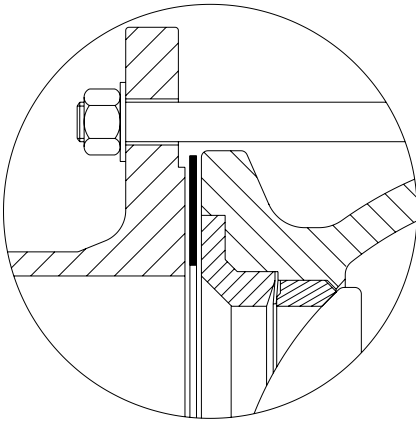

Fig.5-2 Gaxeta
- Verificar se a válvula e as gaxetas estão corretamente centradas e se são usadas gaxetas da qualidade correta. A função de vedação da válvula depende da gaxeta no lado da entrada, a qual transmite a pressão do flange de ligação para a placa de cobertura (→ Fig.5-2).